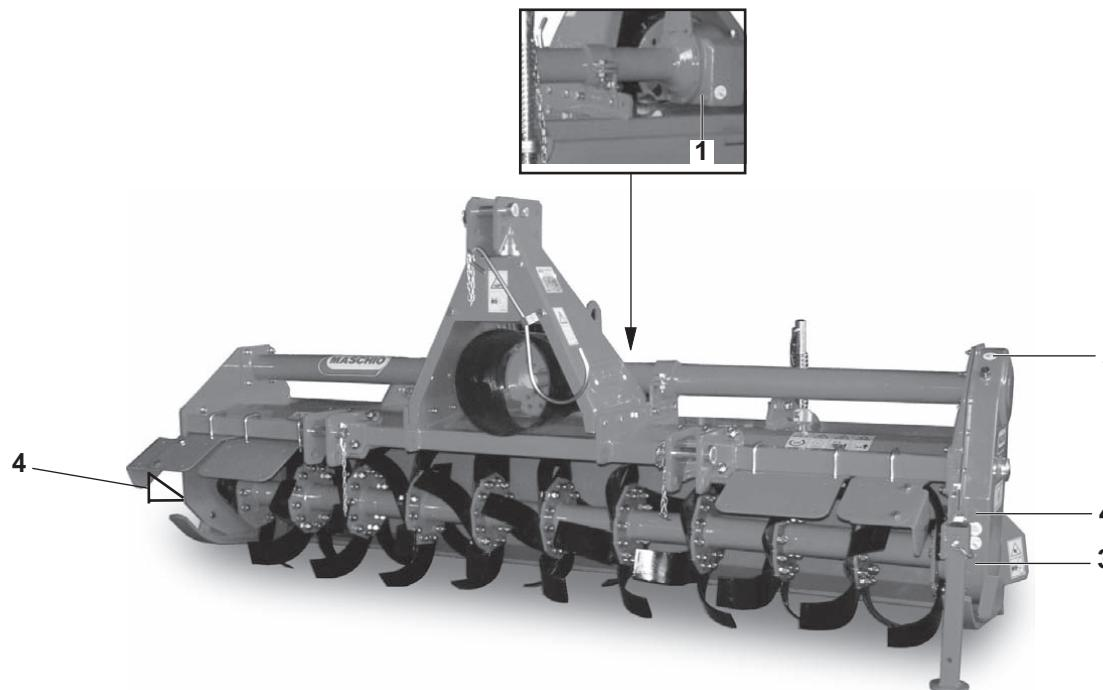

Fig. 36
Ggf. durch den Ölentnahmestopfen (3 Abb. 36) soviel Öl nachfüllen, bis das Öl am Ölstandsstopfen ausläuft.
- *Zahnräderantrieb: den Ölstand im Seitenantrieb prüfen. Dazu den Ölstandsstopfen (5 Abb. 36) losschrauben und prüfen, ob Öl ausfließt. Ggf. durch den Ölentnahmestopfen (3 Abb. 36) soviel Öl nachfüllen, bis das Öl am Ölstandsstopfen ausläuft.*
- Vidangez entièrement l'huile du réducteur ou du boîte de vitesses et du carter de transmission à travers le bouchon de vidange qui se trouve sous la boîte du réducteur et par le bouchon de vidange de la transmission (4 Fig. 36). A cette occasion démontez et nettoyez le plateau d'embrayage (dans le cas d'un arbre à cardans à embrayage).
- Das Öl im Getriebe und im Seitenantrieb wechseln. Dazu die Ölablassschraube unter dem Getriebegehäuse und den Stopfen des seitlichen Antriebs (4 Abb. 36) losdrehen und das Öl ausfließen lassen.